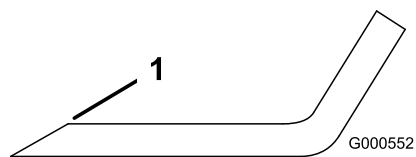

Figura 50
1. Utilice una lima para afilar el filo de corte en ambos extremos de la cuchilla (Figura 50).
Nota: Si la cuchilla no está equilibrada, rebaje algo del metal en la parte de la vela solamente con una lima (Figura 50).